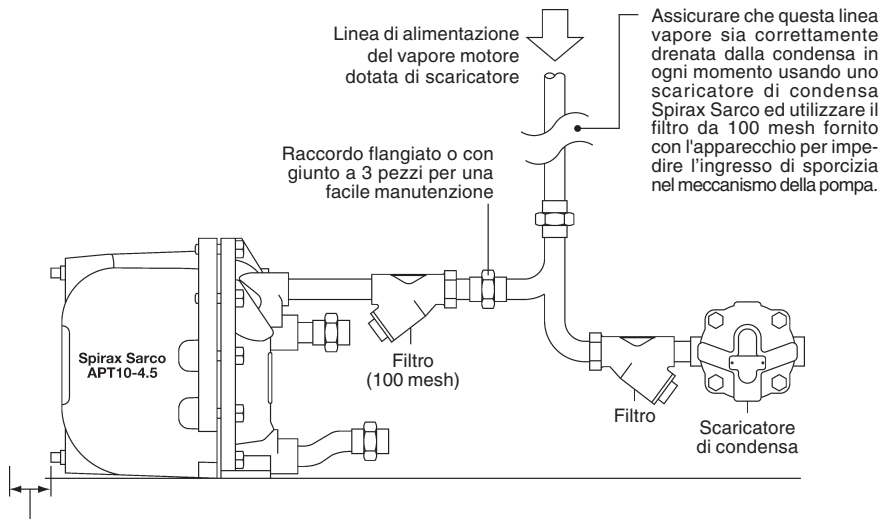
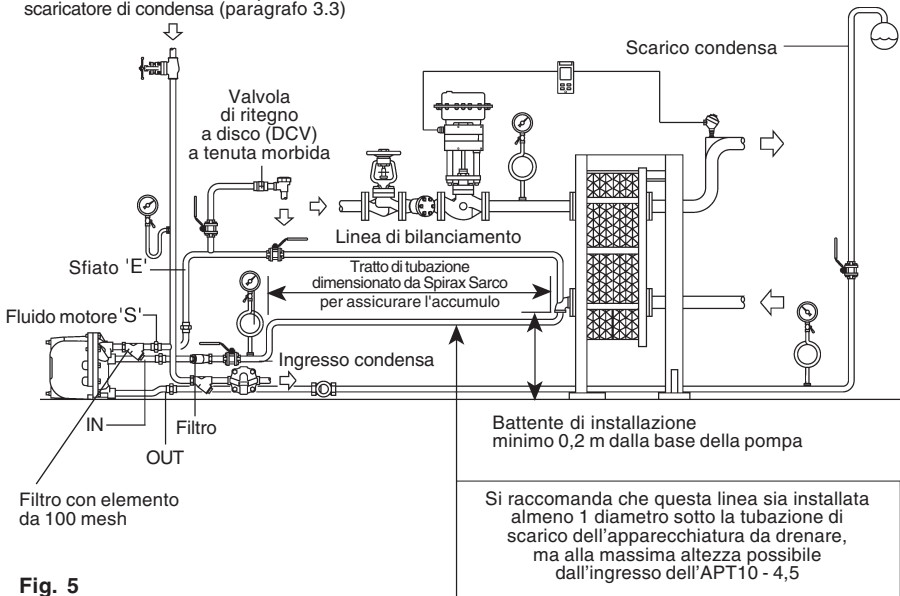

Fig. 4 Accoppiamento consigliato con le linee di alimentazione e sfiato.
Fig. 5
Per assicurare il regolare efflusso della condensa dall'apparecchiatura da drenare, si raccomanda che la tubazione di ingresso sia dimensionata in maniera sufficiente per accumulare la condensa durante il ciclo di sfiato dalla pompa. Generalmente saranno sufficienti una lunghezza e diametro della tubazione tali da contenere 2,1 litri di condensa. Si raccomanda che tale accumulo per la condensa sia posto almeno ad un diametro di tubazione sotto al punto di scarico del processo e alla massima altezza rispetto all'ingresso nell'APT10 - 4,5. Sull'ingresso della condensa all'APT10 - 4,5 dovrà sempre essere installato un filtro Spirax Sarco del tipo Y con foratura massima dell'elemento filtrante di 0,8 mm come illustrato nella fig. 5.
3.3 Conessioni (fare riferimento al disegno di installazione a fig. 4)
L'APT10 - 4,5 ha quattro connessioni di collegamento. La connessione DN20 (¾") contrassegnata (IN) deve essere collegata all'uscita del processo da drenare. La connessione DN20 (¾") contrassegnata (OUT) deve essere collegata alla linea di scarico della condensa. Una freccia indica la direzione corretta del flusso. La connessione DN15 (½") contrassegnata (S) deve essere collegata al fluido motore (vapore) proveniente da tubo opportunamente drenato con scaricatore. * **È importante che questa linea sia sempre drenata dalla condensa usando un'unità di scarico di condensa Spirax Sarco e filtrata attraverso un filtro da 100 mesh (vedere fig. 4 e 5).** La connessione filettata DN15 (½") contrassegnata (E) serve per il bilanciamento delle pressioni e deve essere collegata il più vicino possibile allo scarico della condensa dall'apparecchiatura da drenare. Questa linea di compensazione deve essere sempre collegata alla parte superiore della tubazione della condensa, come mostrato nella fig. 5.
4.1 Dopo aver accertato che le connessioni delle tubazioni di ingresso e di scarico e le connessioni di ingresso e sfiato del vapore motore siano realizzate secondo le fig. 4 e 5, aprire lentamente la valvola di ingresso del vapore motore per dare pressione all'APT10 - 4,5. Controllare che la tubazione di sfiato/compensazione sia aperta e completamente libera.